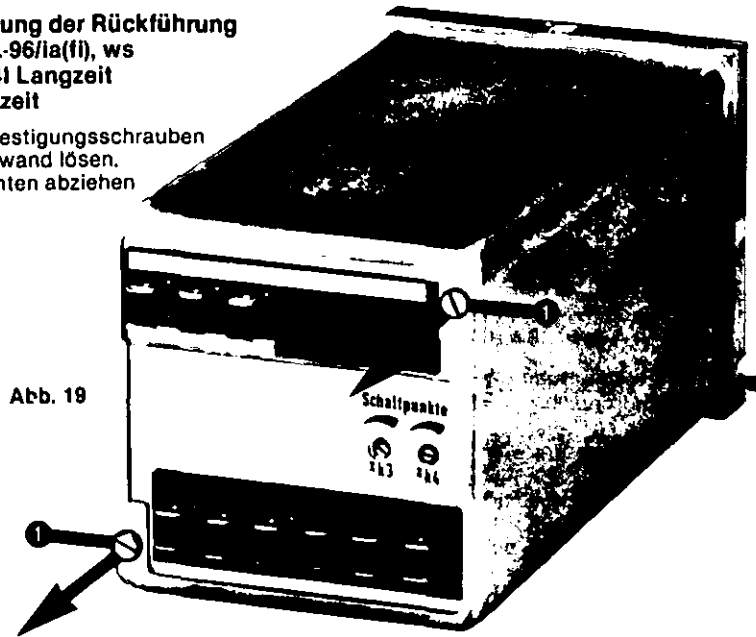

Abb. 19
① Die beiden Befestigungsschrauben in der Geräterückwand lösen. Gehäuse nach hinten abziehen (Abb. 19).